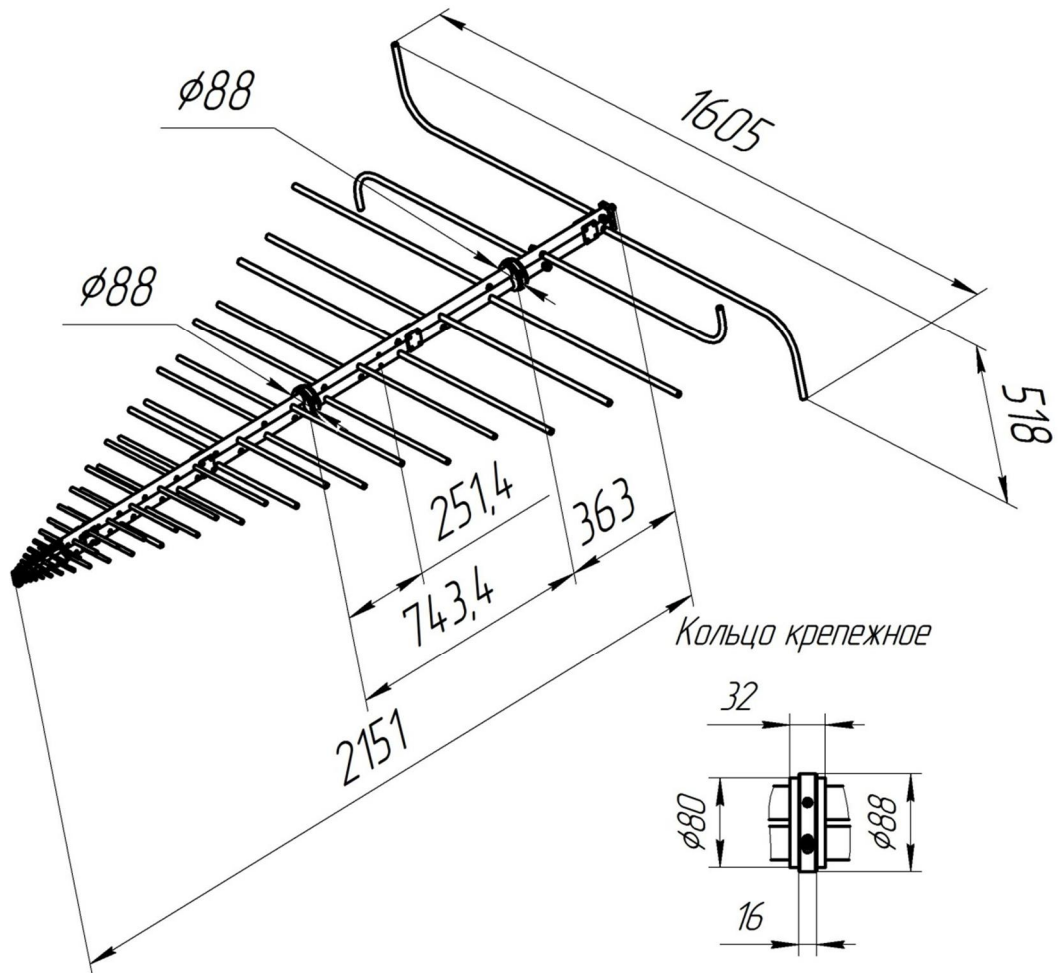

Рисунок 2 – Общий вид антенны П6-322М
Общий вид антенны П6-322М представлен на рис.2.
5.2.1 Антенны применяться с элементами крепления предлагаемыми предприятием-изготовителем, так и с оригинальными креплениями заказчика. Во всех случаях для установки элементов крепления предназначены крепёжные кольца (Рис. 2 и 3).